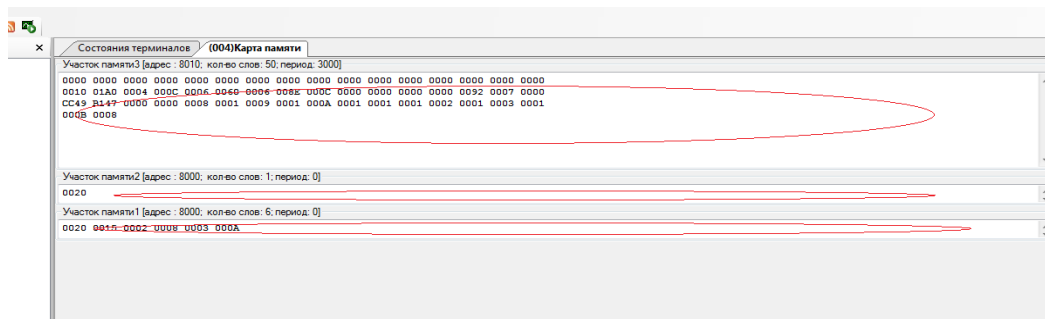

Рисунок 2.40
2) двойным кликом по области отображения участка памяти (рисунок 2.40);